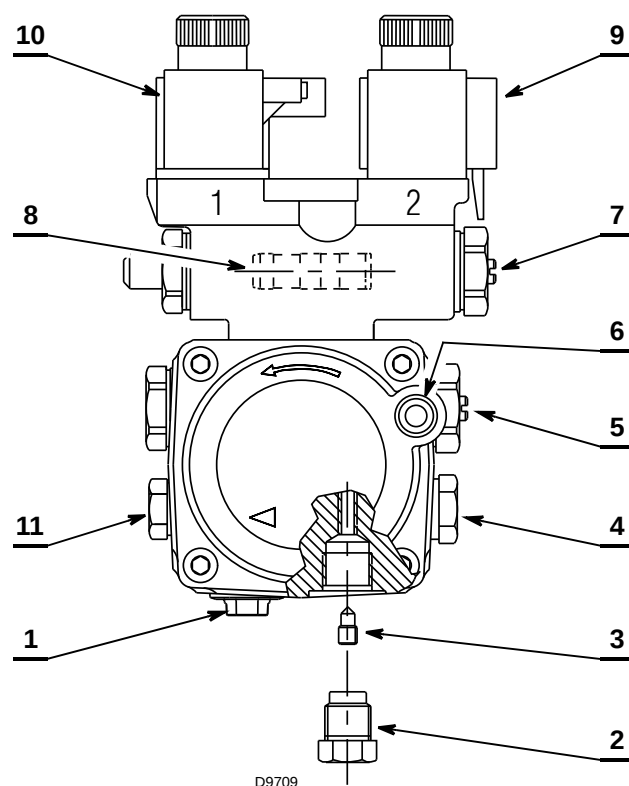

Fig. 11
- La pompe (Fig. 11) est préparée pour le fonctionnement bitube. Pour le fonctionnement mono-tube il faut dévisser l'écrou de retour 2), enlever la vis de by-pass (3) et ensuite revisser l'écrou 2) (Fig. 11).
Le bouchon de fermeture de l'alimentation d'huile (Aspiration 1) (Fig. 11) est en plastique. Une fois retiré, il est recommandé de l'éliminer et de ne l'utiliser en aucun cas.
Légende (Fig. 11)
Il faut desserrer le raccord du vacuomètre 6) (Fig. 11) et attendre jusqu'à la sortie du combustible.